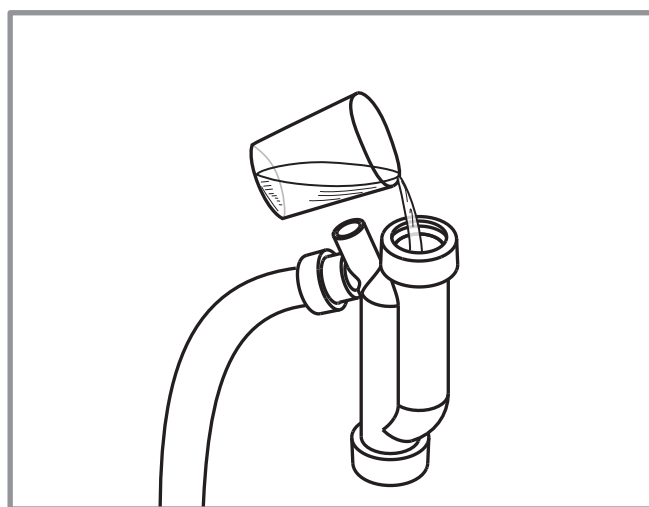

fig. 18 - Remplissage du siphon
- ☞ **À la première mise en service, remplir le siphon (rep. 8, fig. 6, page 8) verser un verre d'eau dans le siphon (fig. 18) .**